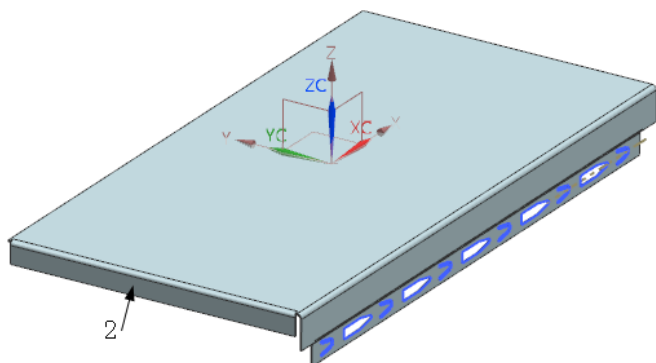
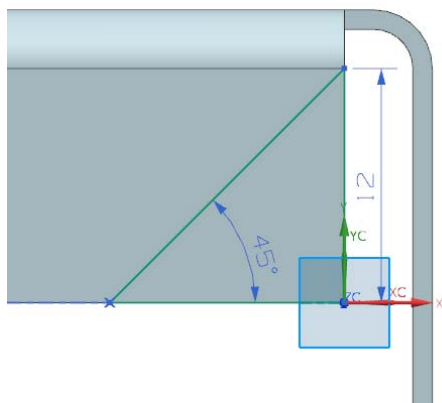

图 5-86 创建弯边特征
图 5-88 绘制草图
(3) 选择折弯边，如图 5-85 所示。单击  按钮，创建弯边特征，如图 5-86 所示。
(2) 在视图区选择图 5-86 所示的面 2 为草图绘制面，进入草图绘制环境，绘制图 5-88 所示的草图。单击“完成”按钮, 草图绘制完毕。